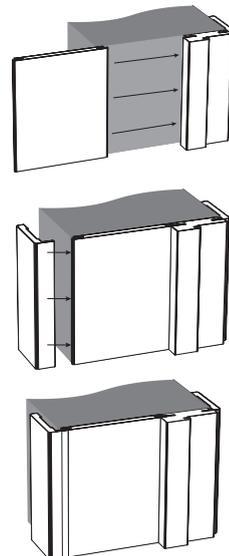

Рис. 4
- Отпилите доборные элементы необходимой ширины и закрепите при помощи крепёжных элементов (рис. 4).